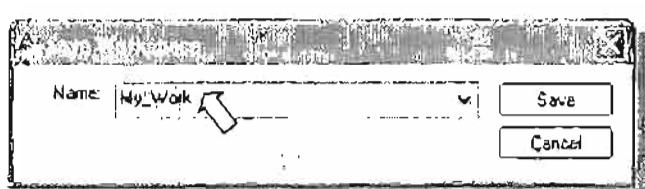
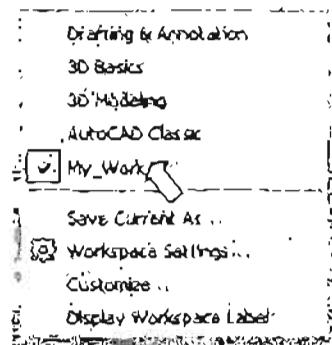

Рис. 1.13. Присвоение имени индивидуальной конфигурации интерфейса программы
Рис. 1.14. Вызов созданной конфигурации интерфейса
- В диалоговом окне Save Workspace (Сохранить рабочее пространство) присвойте имя установленной конфигурации, например, My_Work и нажмите кнопку Save (Сохранить) (рис. 1.13). Теперь при помощи раскрывающегося списка на панели инструментов Workspaces (Рабочие пространства) можно переходить от стандартной конфигурации, например AutoCAD Classic (AutoCAD классический), к созданной конфигурации с присвоенным именем My_Work и обратно (рис. 1.14).